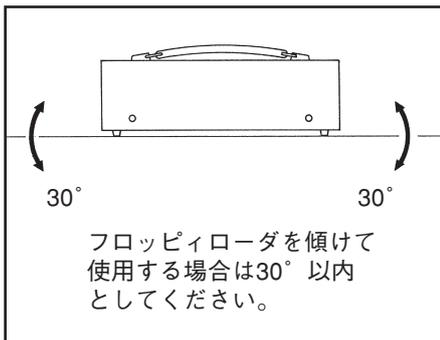

図4-3 設置角度
- (1) フロッピーローダは精密機械です。落下させたり、大きな衝撃を与えないでください。壊れる恐れがあります。
- (2) フロッピーローダを振動のある場所で動作させないでください。
- (3) フロッピーローダを保管する場合は必ずフロッピーディスクを抜いた状態で行なってください。
- (4) トランシーバ等を使用する場合はフロッピーローダより必ず50cm以上離れた場所で使用してください。
- (5) 既設のFGを使用し、アース線をなるべく使用してください。
- (6) 使用の際、設置角度は図4-3に示す通り行なってください。